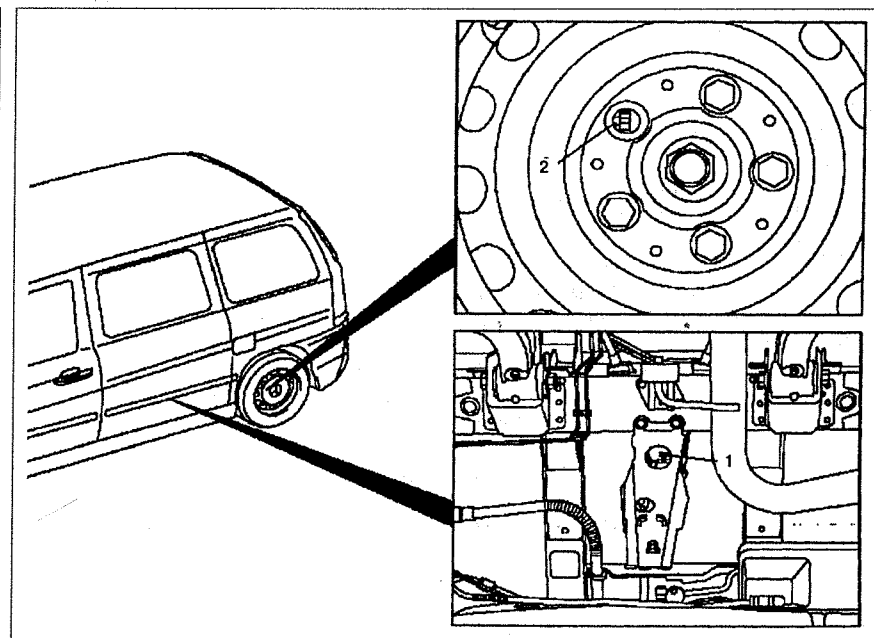

Рис. 9.13. Регулировка стояночной тормозной системы: 1. Регулировочный болт, 2. Регулировочная гайка.
4. Ослабьте тросы привода стояночной тормозной системы путем откручивания регулировочного болта 1 (см.рис.9.13).